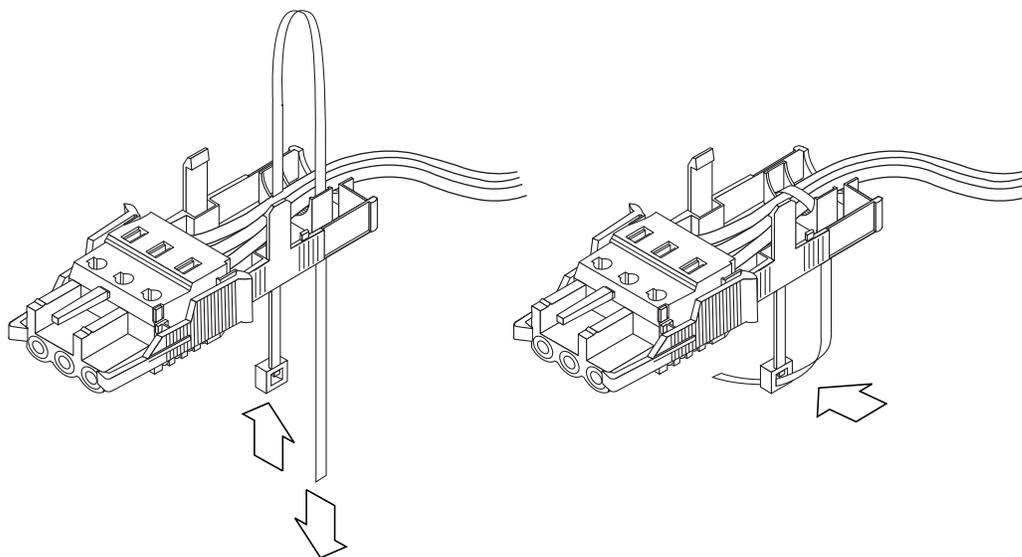

图 2-11 将线固定到松紧式缆线架上
3. 将包装带插入松紧式缆线架的底部，如图 2-11 中所示。